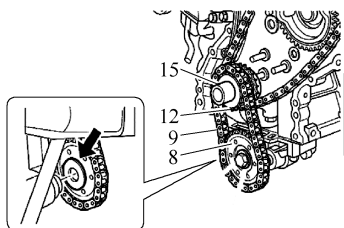

图 10-31 安装机油泵传动链
5) 把机油泵传动链 9 装配到曲轴链轮 12 上, 并把机油泵链轮 (8) 插入机油泵传动链, 然后把它安装到机油泵上, 如图 10-31 所示。
7) 插入半圆键 15, 如图 10-31 所示。